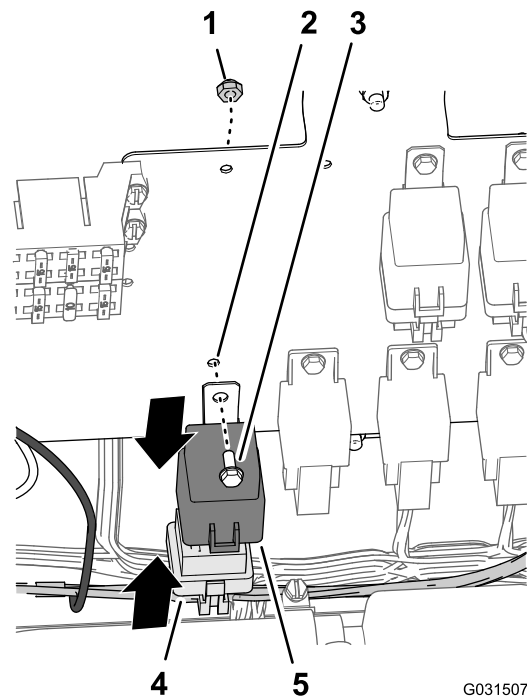

Figura 201
1. En la rama del compartimiento del motor de 197 cm del arnés de cables, alinee el relé con el conector hembra de 5 vías del arnés de cables para el kit de acabado (Figura 201).
2. Inserte las clavijas del relé en las tomas del conector (Figura 201).
3. Alinee el taladro de la pletina de montaje del relé con el taladro del panel de cables (Figura 201).
4. Sujete el relé al panel (Figura 201) con el perno con arandela prensada (Nº 10- x 1/2") y la contratuerca (Nº 10).